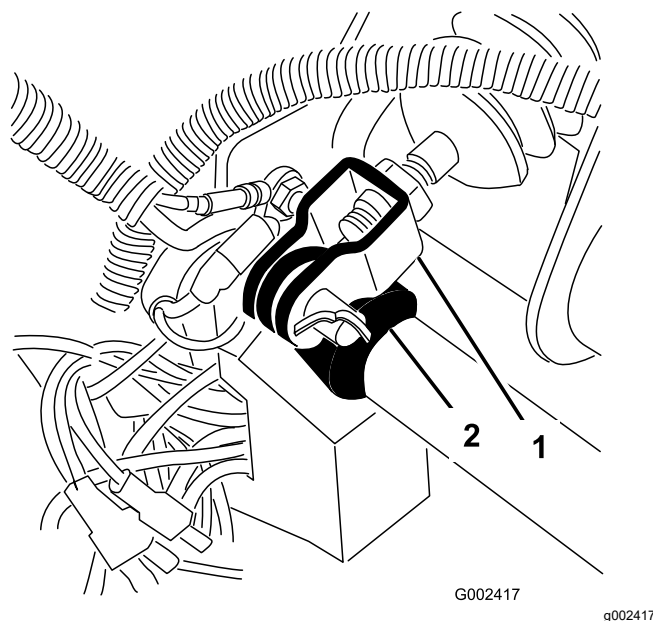

Figura 65
1. Rimuovete la coppiglia e il perno che fissano la forcella del cilindro principale al perno del pedale del freno (Figura 65).